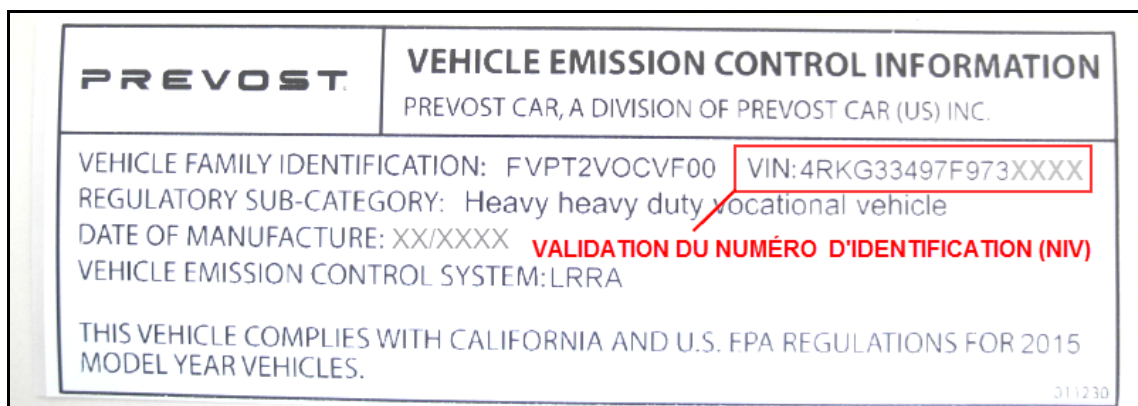

FIG.2 VALIDER LE NUMÉRO D'IDENTIFICATION AVANT L'INSTALLATION FINALE – VÉHICULE US MONTRÉ
- Le numéro d'identification du véhicule (NIV) correspond à celui sur le décalque (Fig.2)